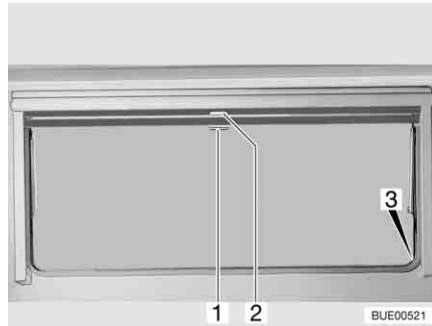

Bild 53 Ausstellfenster
- Verdunklungsrollo am Griff (Bild 53,2) nach unten ziehen. Wenn das Verdunklungsrollo ganz geschlossen wird, das Verdunklungsrollo auf beiden Seiten am Fensterrahmen in die Arretierung (Bild 53,3) einhängen.
- Wenn das Verdunklungsrollo vollständig geschlossen ist: Den Griff (Bild 53,2) nach unten drücken und den Griff dabei leicht nach innen ziehen. Das Verdunklungsrollo aus den Arretierungen links und rechts am Fensterrahmen aushängen.
- Wenn sich das Verdunklungsrollo in Zwischenposition befindet: Den Griff (Bild 53,2) leicht nach unten ziehen, bis sich die Arretierung gelöst hat.
- Insektenschutzrollo am Griff (Bild 53,1) nach unten ziehen und auf beiden Seiten am Fensterrahmen in die Arretierung (Bild 53,3) einhängen.
- Griff (Bild 53,1) nach unten drücken und den Griff dabei leicht nach innen ziehen. Das Insektenschutzrollo aus den Arretierungen links und rechts am Fensterrahmen aushängen.